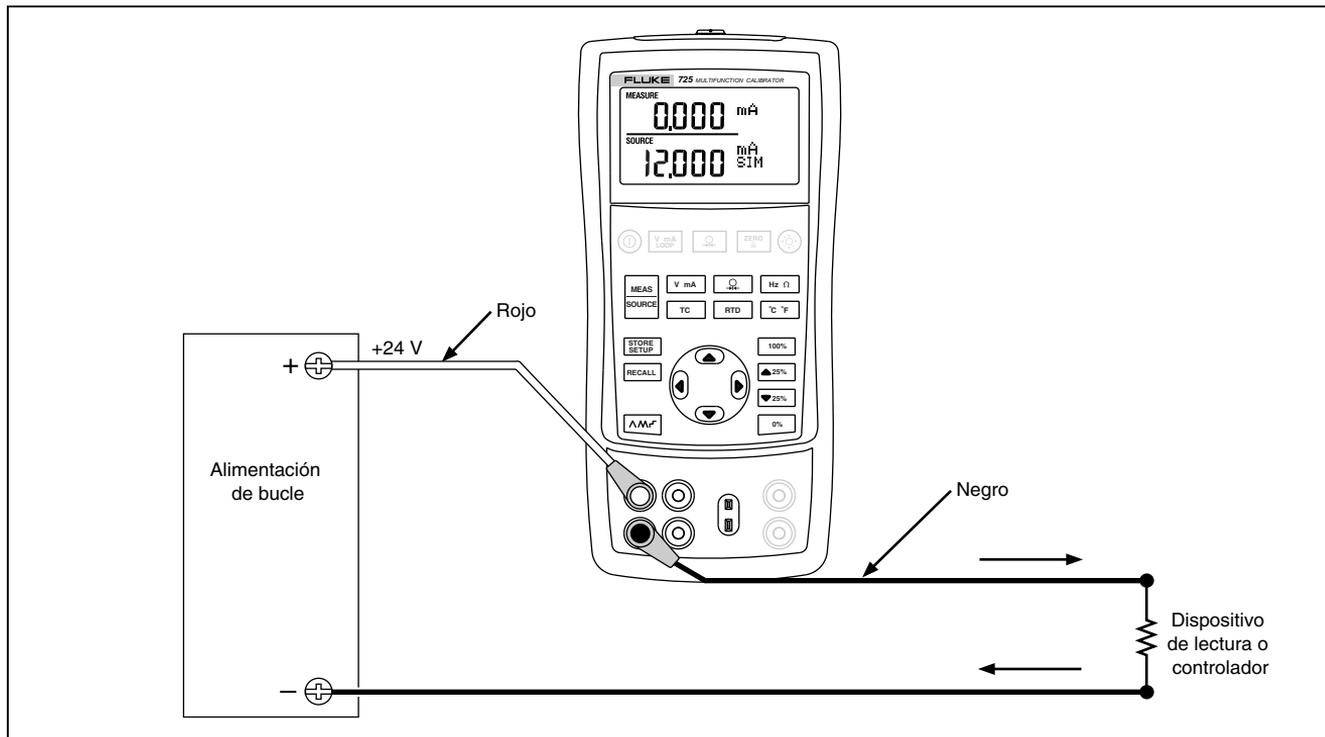

Figura 14. Conexiones para la simulación de un transmisor de 4 a 20 mA
1. Conecte los conductores de prueba como se muestra en la figura 14, dependiendo de la función de fuente.